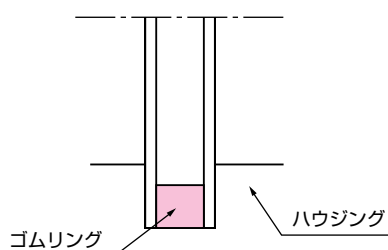

図1
- (1) ハウジング溝の寸法、形状を点検し、図面どおりに仕上がっていることを確認してください。
- (2) ハウジング溝内面に傷や巣がないことを確認ください。特に、溝角部のR面仕上げは滑らかにできていることを確認してください。
- (3) シールに圧縮空気等を吹きつけて、ゴミや異物等を取り除いてください。
- (4) まず、ゴムリングをハウジング溝中へ組み込んでください。(図1)。
- (5) 次にサンフロン®リングをゴムリングにかぶせるように装着してください。